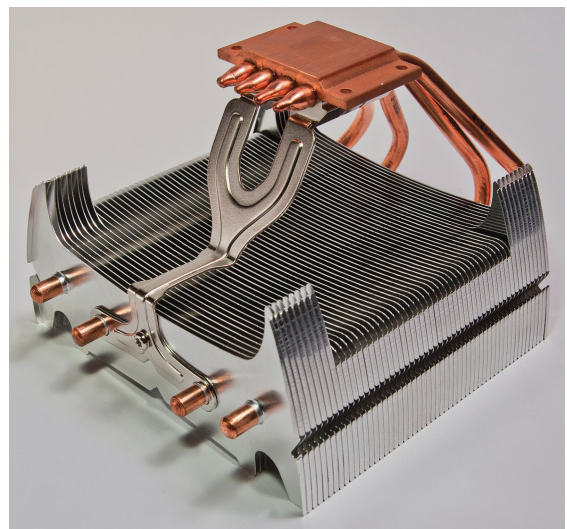

Bild 2.7: Passiver CPU-Kühler, Ansicht der Unterseite
- Kühlen Sie die CPU mit einem Lüfterlosen Kühler wie in Bild 2.7.